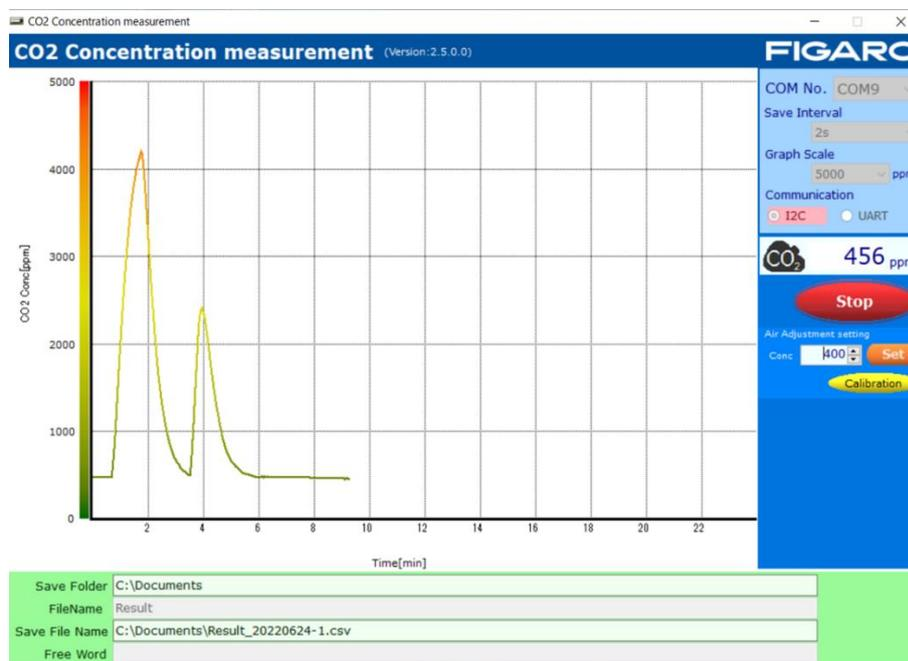

図 9 測定データの表示例
⑪ 測定の開始
- ・ 測定周期は 2 秒周期で、画面上では最新の測定データから約 10 分前までの測定データが表示されます。(図 9)